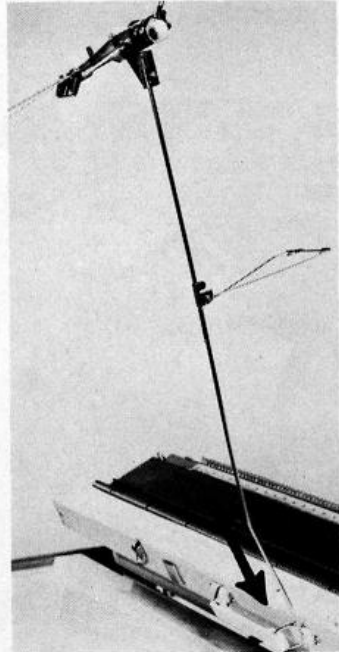

Fig. 3
- Introduire la tige dans l'un des trous se trouvant sur les attaches de la poignée, de sorte que la partie inclinée soit vers l'intérieur (fig. 3).